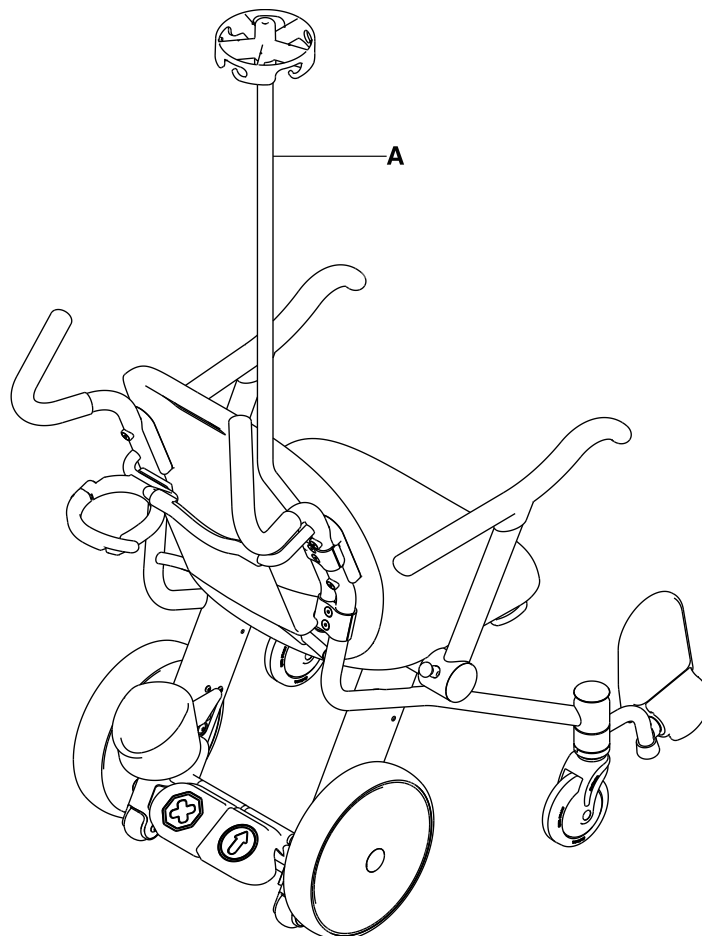

Figura 4-15: Percha i.v.
1. Tire de la percha i.v. opcional (A) para asegurarse de que esté bien fijada (Figura 4-15 de la página 4-27).